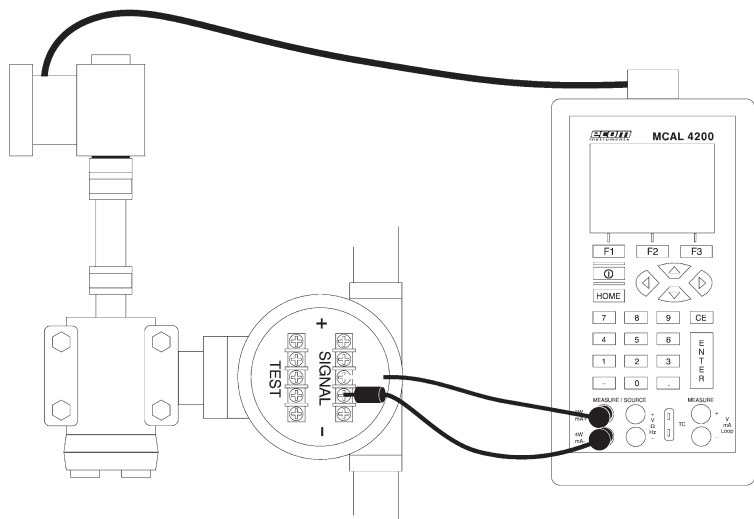

Figure 20. Calibrage d'un dispositif I / P ecom logo und name
3. Connecter le calibrateur au dispositif, comme montré sur la figure 20. Le calibrateur simule le courant de l'émetteur et mesure la pression de sortie.